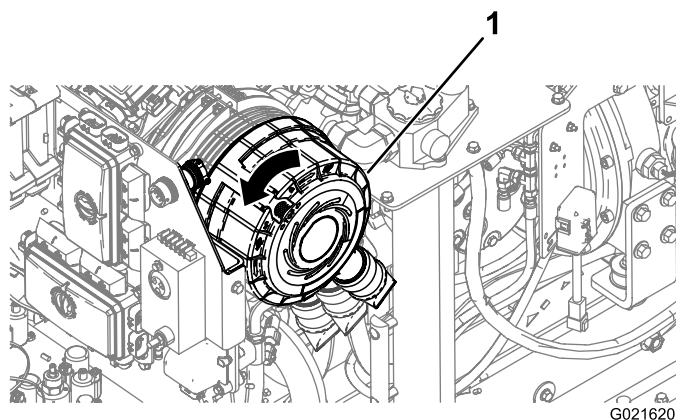

Figura 117
- Gire la tapa del filtro en sentido antihorario hasta que el tapón guardapolvo esté en la posición de las 4 (Figura 117).
- Gire la tapa del filtro del limpiador de aire en sentido horario, hasta que el tapón guardapolvo esté en la posición de las 4 (Figura 117).
- Empuje el enganche de la tapa del filtro del limpiador de aire hacia dentro hasta que quede bien asentada (Figura 117).